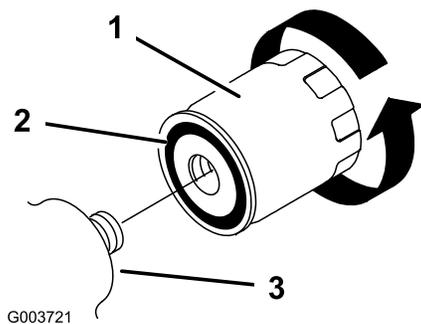

Figura 33
4. Retire el filtro usado (Figura 33) y limpie con un paño la superficie de la junta del adaptador del filtro.
5. Aplique una capa fina de aceite hidráulico a la junta de goma del filtro nuevo (Figura 33).
6. Instale el filtro hidráulico nuevo en el adaptador del filtro (Figura 33). Apriete el filtro en el sentido de las agujas del reloj hasta que la junta de goma entre en contacto con el adaptador del filtro, luego apriete el filtro 1/2 de vuelta más.